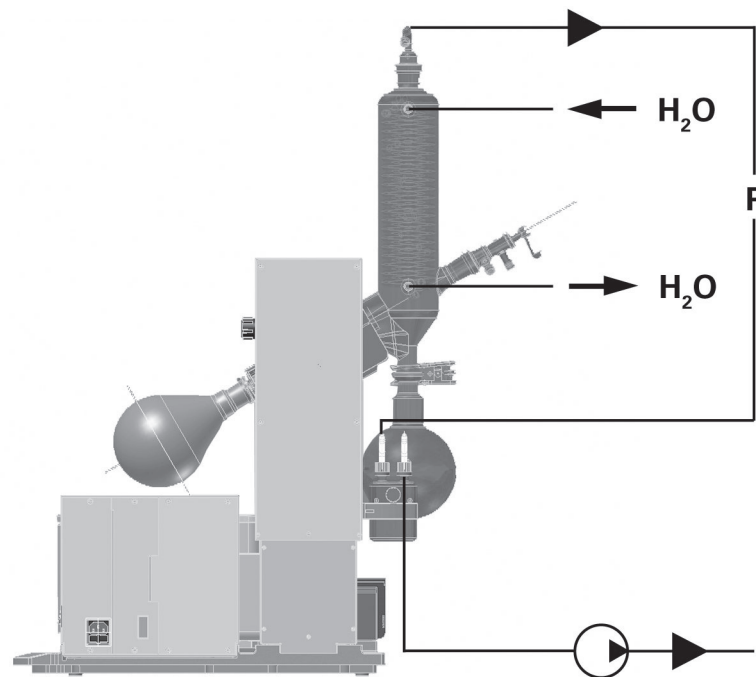

Fig. 14
- ☞ Schließen Sie die Wasserschläuche nach dem Gegenstromprinzip am Kühler an (Fig. 14).